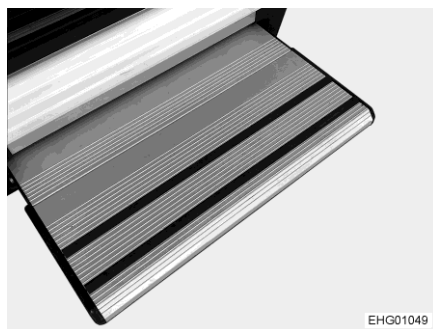

Fig. 5 Scalino di ingresso
- ▷ Non ingrassare né oliare le parti mobili dello scalino di ingresso (Fig. 5) (vedi capitolo 11).